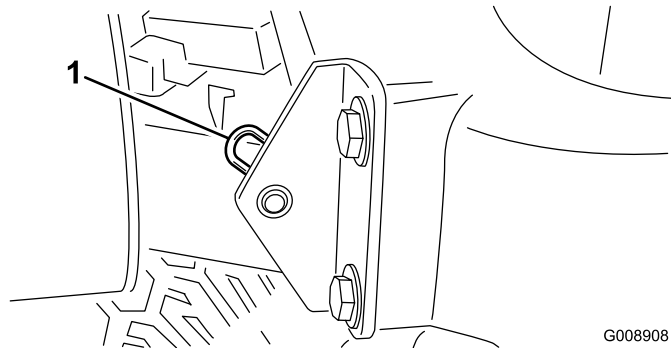

図 30
2. フードのピボット部をブラケットに固定しているヘアピンコッターを抜き取る (図 30)。
注 ローラの注入部（図 30）面一フィッティングなので、グリスガン用ノズルアダプタが必要です。パーツ番号は Toro P/N 107-1998。ご注文は Toro 代理店へ。